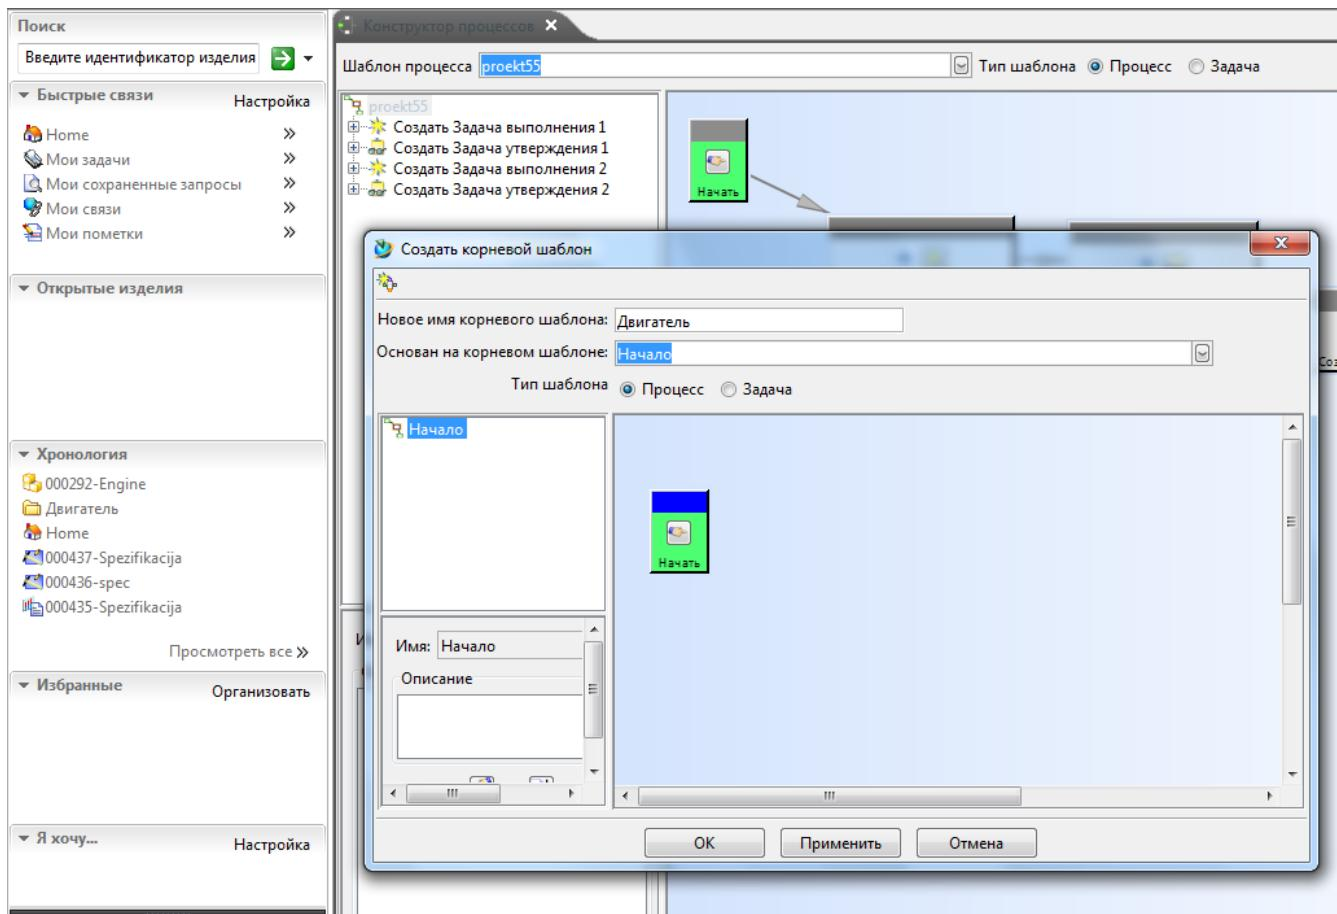

Рисунок 6 – Создание корневого шаблона
2. В меню Файл выберите «Создать корневой шаблон», введите имя процесса. См. рисунок 6. После выбора шаблона появляются стандартные задачи «Начать» и «Готово».